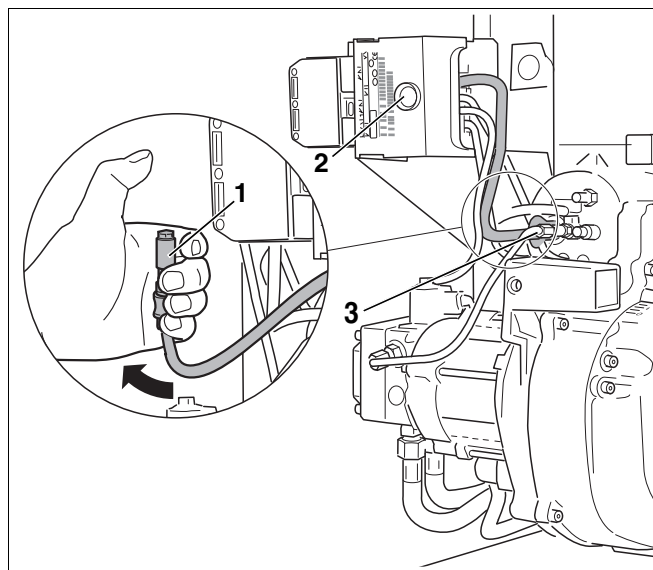

Рис. 32 Проверка работы датчика пламени
- При работающей горелке вынуть датчик пламени из держателя (Рис. 32, **поз. 3**).
- Закрывать датчик пламени (Рис. 32, **поз. 1**). После повторного запуска должно произойти отключение из-за неисправности.
- По истечении времени ожидания, составляющего примерно 30 секунд, нужно разблокировать автомат горения дизельного топлива, нажав кнопку подавления помех (Рис. 32, **поз. 2**).